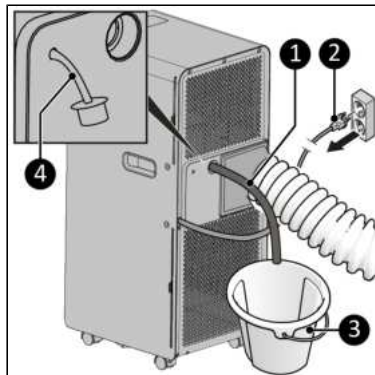

Figura 30.
1. Asigurați-vă că dispozitivul este oprit și ștecherul este scos din priză (Figura 30, elementul 2).
2. Scoateți dopul de cauciuc din orificiul de scurgere (Figura 30, elementul 4).
3. Conectați furtunul de scurgere a apei furnizat (Figura 30, elementul 1) la orificiul de scurgere al dispozitivului.
4. Așezați capătul de ieșire al furtunului într-un recipient (de exemplu, o găleată) (Figura 30, elementul 3).